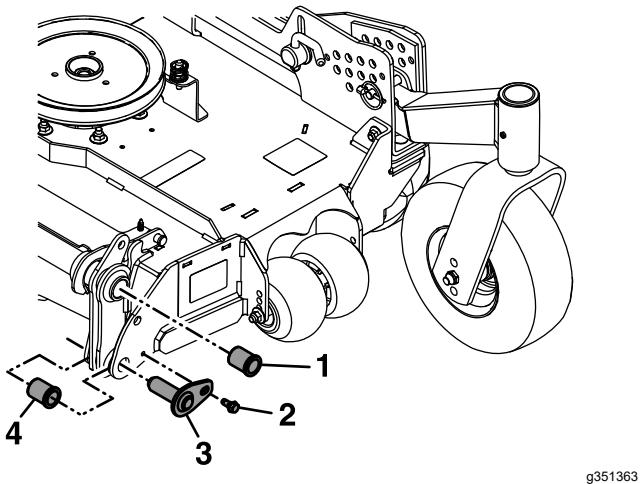

Figura 86
14. Retire los bujes con brida de los puntos de giro superiores y limpie el orificio (Figura 86).
18. Retire y guarde los pernos de los puntos de giro inferiores (Figura 83 y Figura 86).